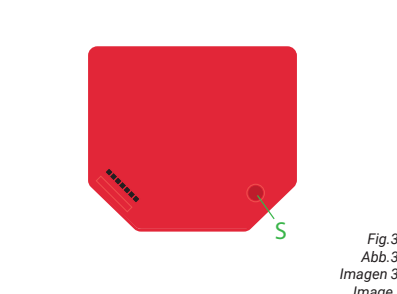

Fig. 3/ Abb. 3/ Imagen 3
• **S:** S button (Fig. 3)
• **S:** Die S-Taste (Abb. 3)
• **S:** Pulsante S (Fig. 3)